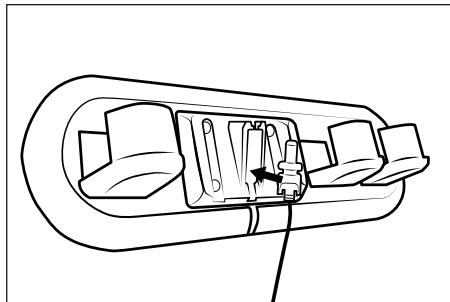

Fig. 4
- 1) Tag vægholderen 18 ud af tilbehørholderen 17. Sæt hulstikket 11 til netadapteren 10 ind i vægholderen 18 som vist på det efterfølgende billede. Fastgør hulstikket 11 ved at dreje det (se fig. 4).